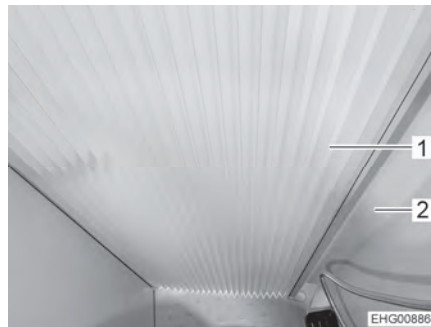

Fig. 154 Plisado, cerrado
- Cerrar el plisado (Fig. 154,1). Para ello, tirar el plisado hacia la pared giratoria grande (Fig. 154,2) hasta que el cierre magnético sujete el plisado en su posición.